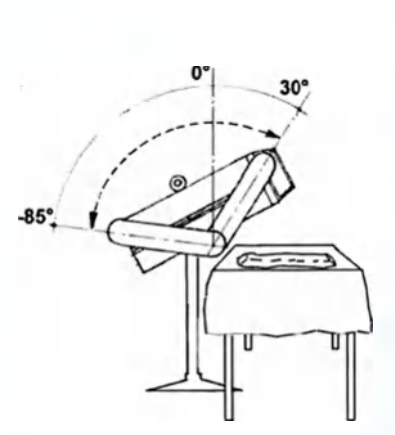

Рис. 24
□□ от 30° внутреннего вращения до -85° внешнего (рис.24)